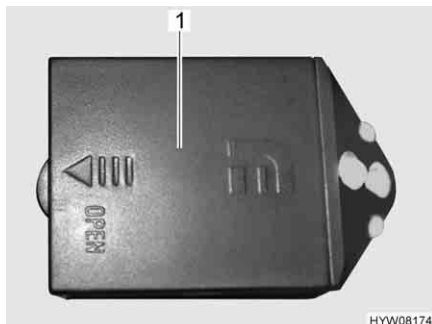

Fig. 124 Luce armadio guardaroba
- Spingere in direzione della freccia e rimuovere il coperchio (Fig. 124,1) delle luci armadi guardaroba.